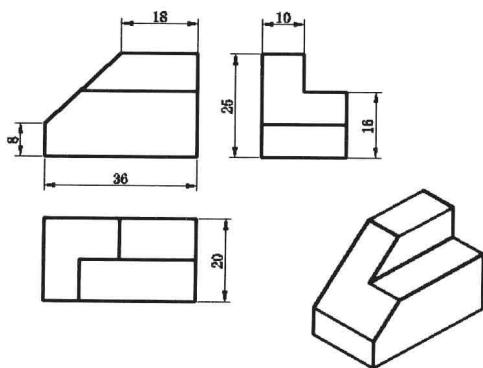

图 7-4-9
(4) 选择菜单命令“标注 / 倾斜”，单击具有倾斜效果的标注对象，按空格键。输入角度“0”，按空格键，此时标注对象取消倾斜效果。
(5) 打开素材文件“7-4-4b.dwg”，在 XY 平面上绘制的三视图、轴测图如图 7-4-9 所示。